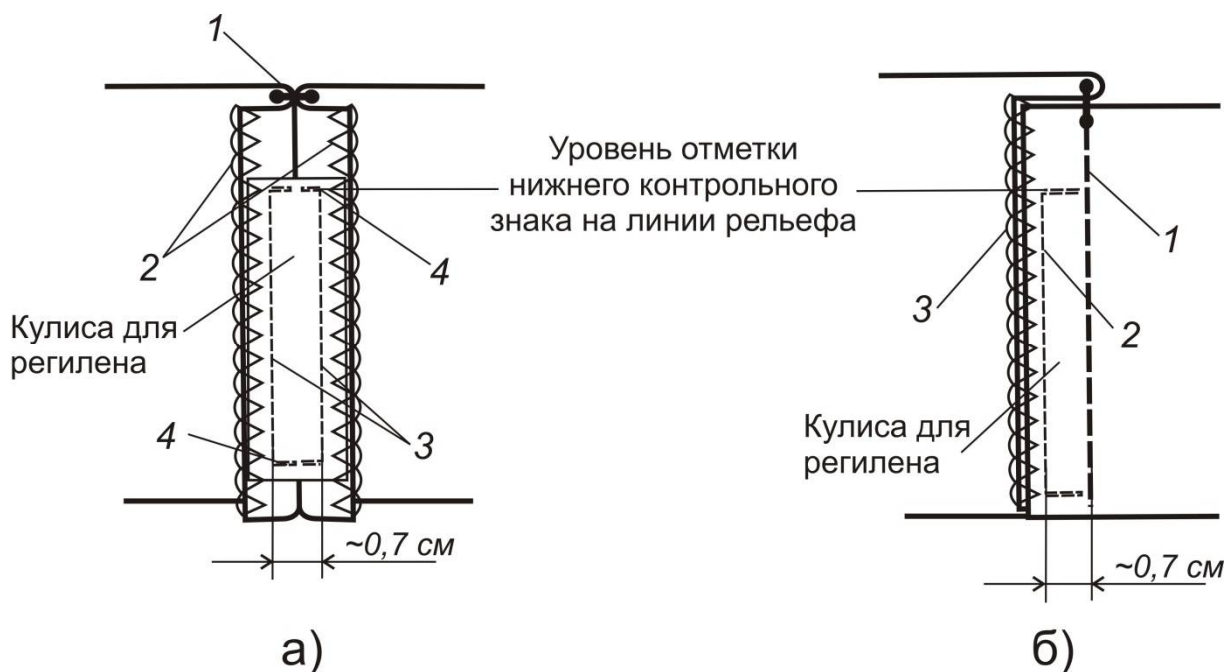

Рисунок 3
13. В припуски швов рельефов, выполненных в п.4 инструкции (рис.3, строчка 1), вшиваются косточки (регилин). Это нужно для того, чтобы лиф лучше прилегал в области талии и без деформации мог удерживать тяжелую каркасную юбку. На рисунке 3 показано два способа укрепления нижних частей рельефов полочек регилином.
14. Способ 1 (рис.3, а):
- Припуск шва стачивания рельефа (рис.3,а строчка 1) разутюживают.
- Настрочивают выкроенную полосу на разутюженный припуск шва (рис.3,а строчка 3), располагая строчки на расстоянии 0,7 см друг от друга (или, в зависимости от ширины регилина или косточек, на расстоянии их ширины + 0,1-0,2 см) симметрично в обе стороны.
- Обметывают припуски швов (рис.3,а строчка 2)
- Вставляют регилин (косточки) и делают закрепочные строчки (рис.3,а строчки 4) вверх – на уровне нижнего контрольного знака на рельефе, а внизу – на 0,1-0,2 см выше линии талии (не учитывая припуска на шов).
15. Способ 2 (рис.3, б):
- Припуск шва стачивания рельефа (рис.3,б строчка 1) заутюживают в сторону бокового шва.
- По припуску шва на расстоянии 0,7 см (или, в зависимости от ширины регилина или косточек, на расстоянии их ширины + 0,1-0,2 см) от линии стачивания рельефа выполняют строчку от уровня нижнего контрольного знака на линии рельефа вниз до линии талии (рис.3,б строчка 2).
- Обметывают припуски швов вместе (рис.3,б строчка 3)
22. Стачать деталь 7 с деталью 8, совмещая срезы, отмеченные контрольным знаком с одноименными буквами. Припуск шва заутюжить на кокетку и обработать, вставив в него регилин по способу, показанному на рис.3, б (способ 2, описанный в п.15).
24. Припуск шва на детали 9 надсечь в углу. Припуск шва стачивания детали 9 с кокеткой заутюжить на кокетку и обработать, вставив в него регилин по способу, показанному на рис.3, б (способ 2, описанный в п.15). Припуск шва вертикального среза стачивания деталей 7 и 9 обметывается и заутюживается в сторону бокового шва.